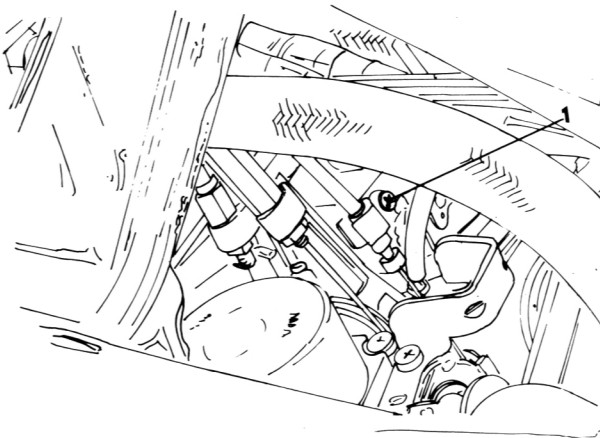

Bild 14
- Die Einstellung durch Lösen der Choke-Seilzugklemme («1» in Bild 14) und Entfernen des Choke-Seilzugs vornehmen.